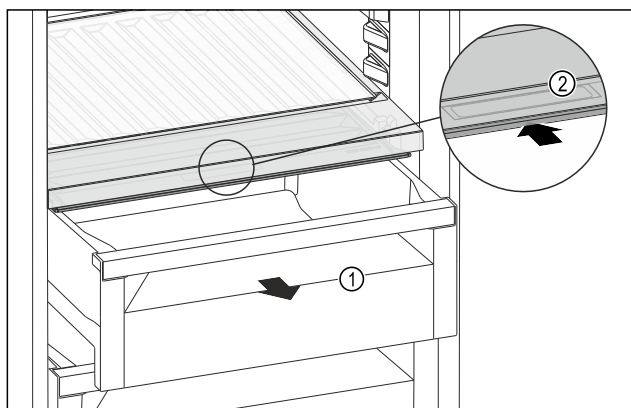

Fig. 128
- ▶ Húzza ki a fiókot Fig. 128 (1).
- ▶ Fogja meg a sülyesztett fogantyút Fig. 128 (2) a rekeszfedélén, és ezzel egy időben tolja hátra a rekeszfedélet.